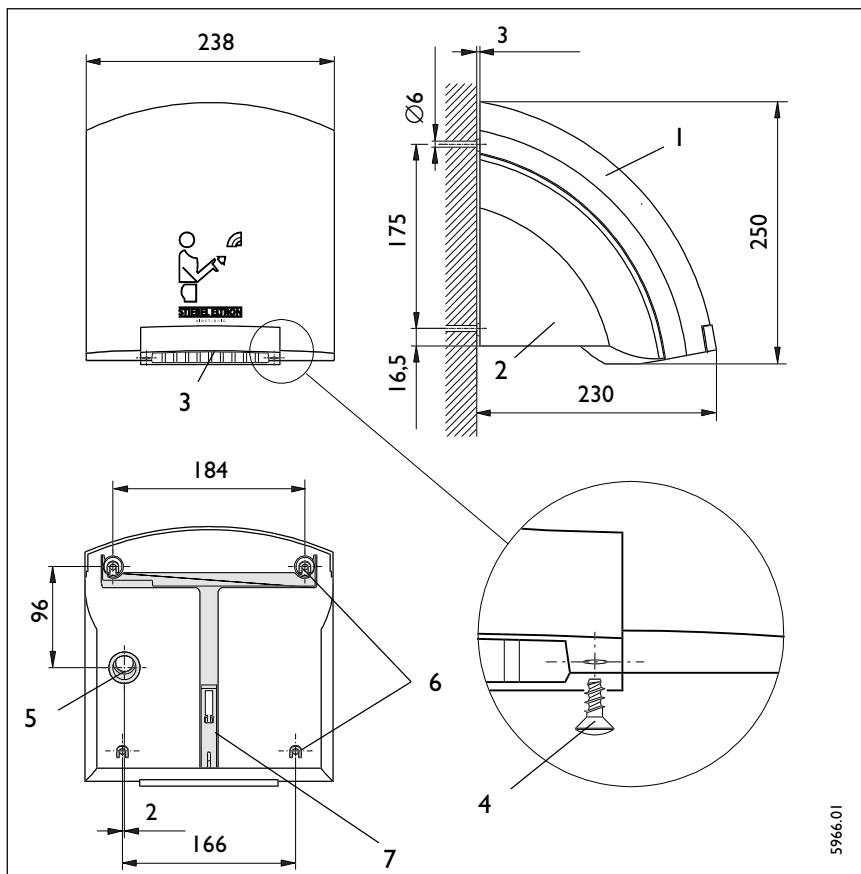

Рис.2
(рис.2)
Параметры, необходимые для подключения, следует смотреть на шильде прибора. Размеры указаны на рис.2. Вес прибора составляет примерно 2,5 кг.
4. Закрепите оба крепёжных винта на решётке выхода тёплого воздуха (рис.2, поз.4)